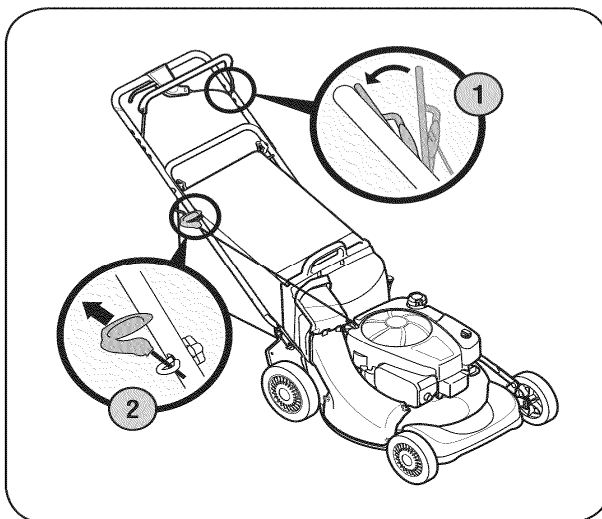

РИС. 11
1. Стоя позади газонокосилки нажмите рычаг устройства управления ножом (см. Рис. 11).
2. Выжмите рычаг управления ножом, ухватитесь за рукоятку шнура стартера и медленно потяните ее до того, как почувствуете сопротивление (начало цикла сжатия). Плавно дайте шнуру намотаться обратно. Затем резко на полный взмах руки потяните за ручку стартера (см. Рис. 11). Придерживайте рукоятку стартера и позволяйте шнуру медленно вернуться, намотаться на барабан. Если двигатель не завелся, попробуйте завести его еще раз.